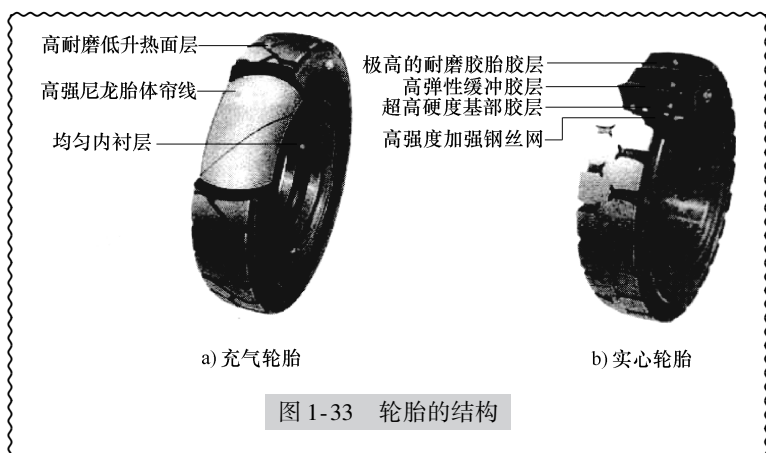

图 1-33 轮胎的结构
(1) 叉车车轮与轮胎的功用 支承整车的重量；缓和由路面传来的冲击力，产生驱动力和制动力，保持直线行驶等。主要有充气轮胎和实心轮胎两种。如图 1-33 所示。